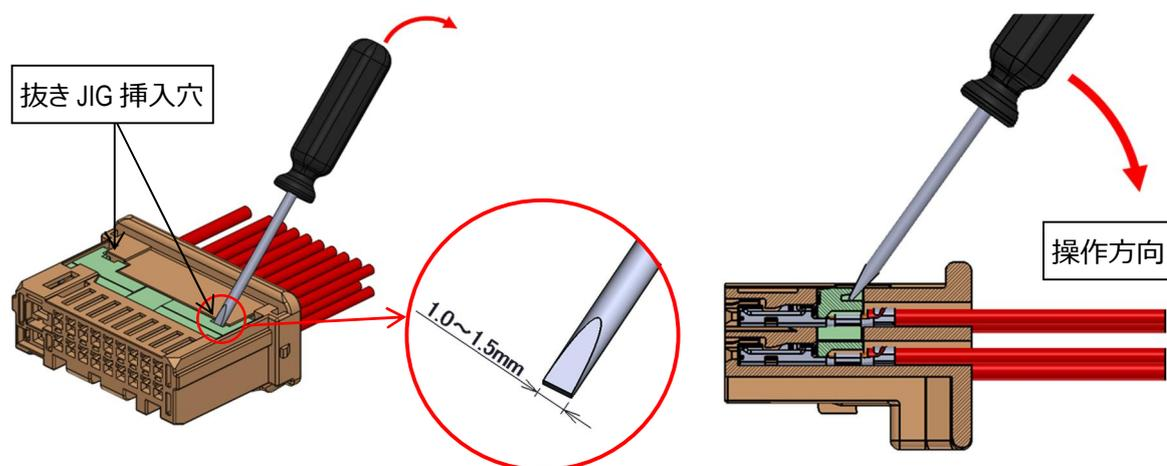

図 30.リテーナ解除方法
- ①破損・変形のあった場合は、使用せず新品と交換して下さい。
- ①メスハウジング底面(2 か所)の抜き JIG 挿入穴部に 1.0mm~1.5mm 幅のドライバーを差し込み、リテーナを押し出してください。(図 30 参照)